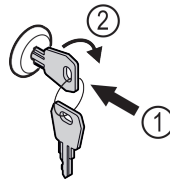

Fig. 175
- ▶ Introduceți cheia prin apăsare. Fig. 175 (1)
- ▶ Rotiți cheia cu 90° în sensul acelor de ceasornic. Fig. 175 (2)